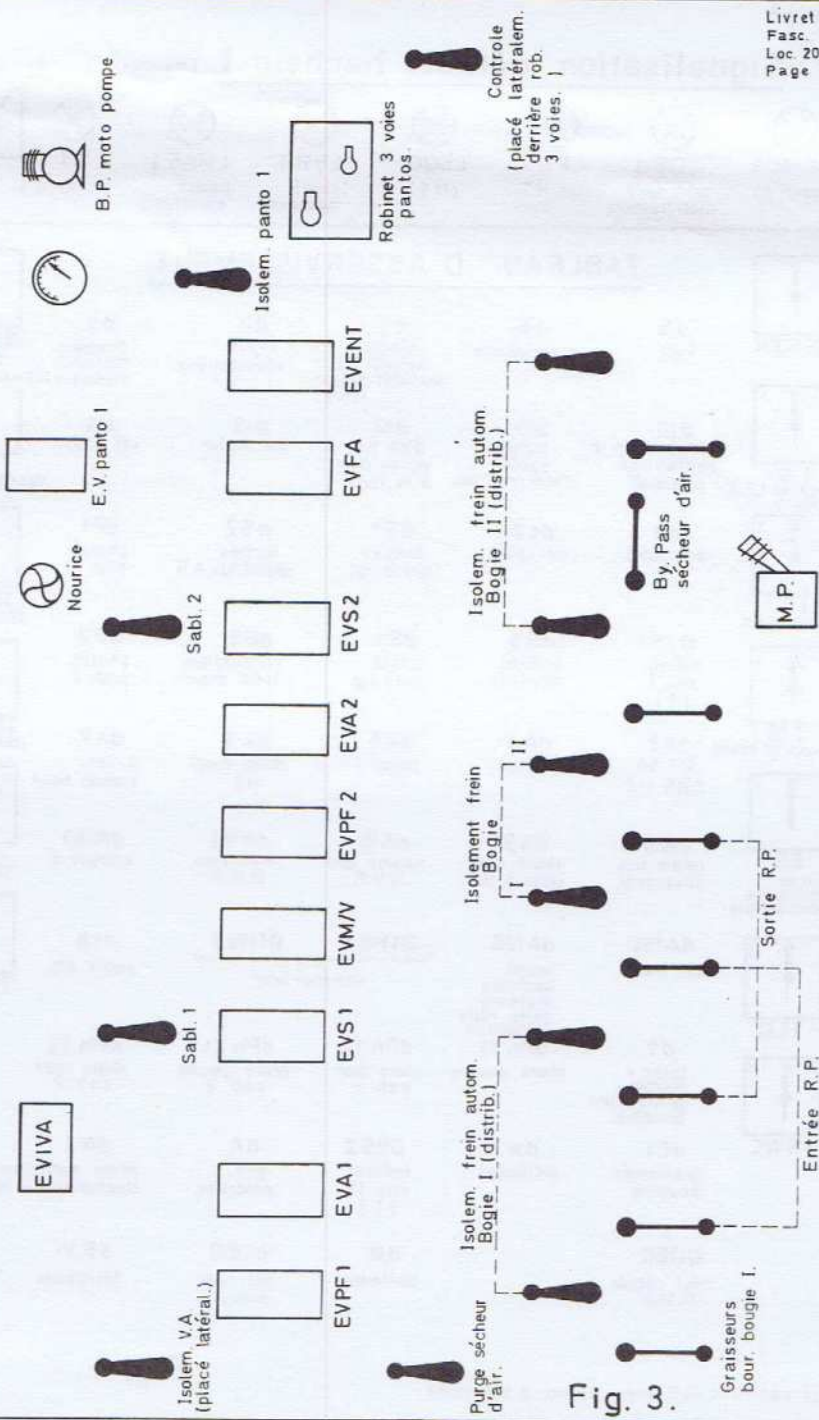

Fig. 3.
| <p>1 Armoire cond., DVS + DVA ou app. teloc et outillage.</p> <p>2 Compresseur</p> <p>3 Tableau pneumatique (détail fig. 3)</p> <p>4. Tableau disj. B.T. et signalisation défauts hacheur I.</p> <p>5 Compartiment 380 V. 60 Hz.</p> <p>6. Compartiment 3.000 V.</p> | <p>7 Résist. frein. rhéost.</p> <p>8 Hacheur 2.</p> <p>9 Hacheur 1.</p> <p>10. Robin. isol. panto 2, graiss bourrelets roues bogie 2.</p> <p>11. Boite à clefs.</p> <p>12 Batterie 72 V.</p> |
- Sur le tableau pneumatique (fig. 3), vérifier si tous les robinets sont ouverts.
Le réservoir nourrice et son manomètre, la motopompe et le robinet à 3 voies se trouvent sur le tableau pneumatique dans le couloir (fig. 3).